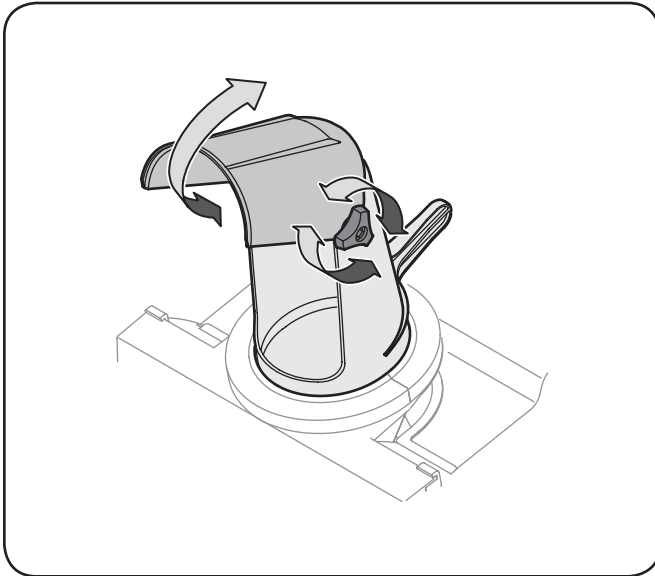

Figura 5-2
1. Afloje el pomo de mariposa que se encuentran en el lado izquierdo del ensamble de cámara y gire el canal superior hacia arriba o hacia abajo para el tono deseado. Vuelva a apretar el pomo de mariposa antes de hacer funcionar la máquina quitanieves. Véase la figura. 5-2.